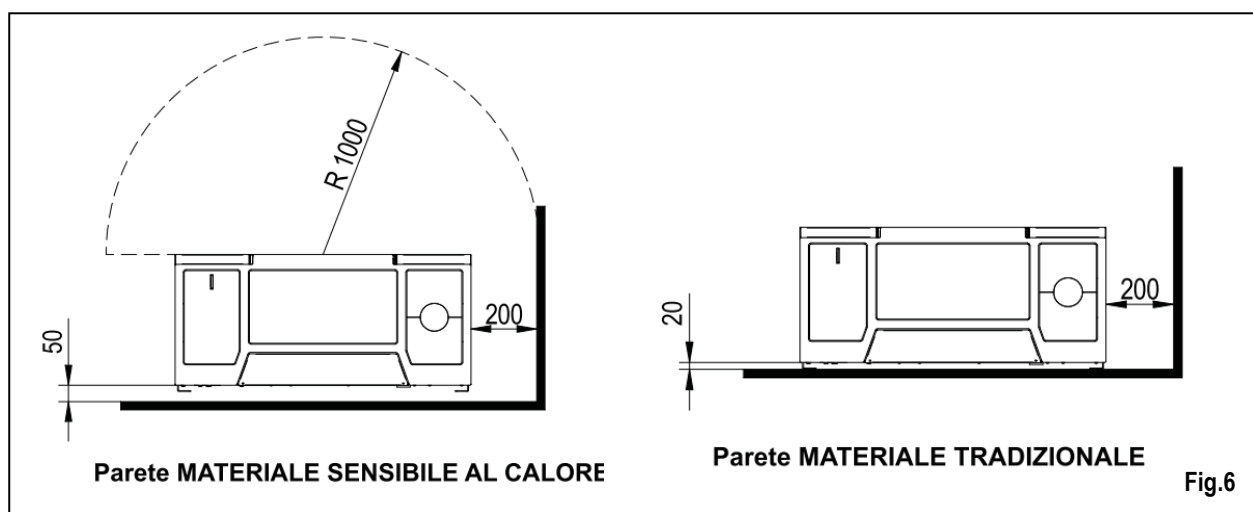

Fig.6
- **NOTA BENE:** Rispettare le **distanze** tra apparecchio e le pareti vicine (**fig. 6**).